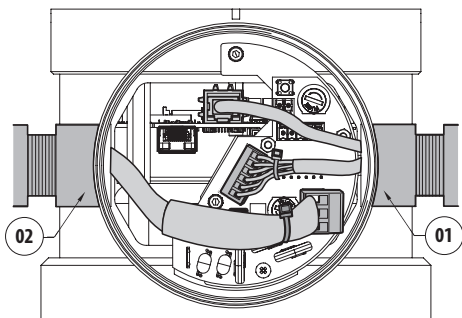

Fig. 17
Para instalações conforme a norma UL/CSA, os cabos ethernet, o alarme, os reset, os relés e as fibras ópticas são inseridos na entrada de cabos à direita (01), como indicado na figura abaixo (Fig. 17, página 32).
Para instalação conforme a norma UL/CSA, insira o cabo de alimentação no orifício de passagem do cabo à esquerda (02), como indicado na figura (Fig. 17, página 32).